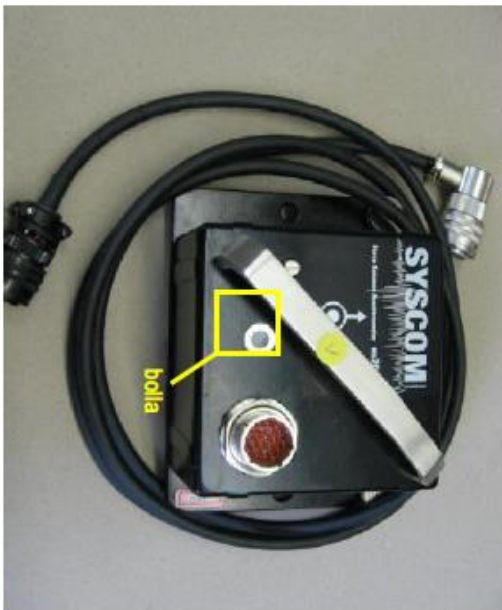

Figura 30 - Sensore di velocità trisassiale MS2007 -
3. Fissare l'accelerometro alla base di ds per mezzo dell'opportuna piastra di montaggio, curando l'orizzontalità del sensore mediante la bolla ed il sistema di dadi e controdadi di cui è dotata la piastra del sensore (vedi figura 30).